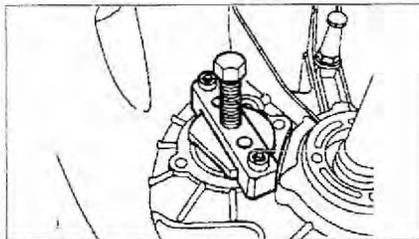

Рис. 4.50. Закрепите зажим на корпусе коробки передач двумя болтами.
4. Закрепите зажим на корпусе коробки передач двумя болтами (рис. 4.50).